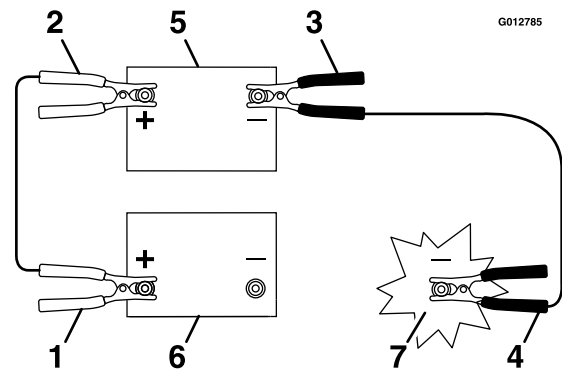

Figure 61
3. Connectez le câble positif (+) à la borne positive (+) de la batterie à plat qui est reliée au démarreur ou au solénoïde, comme montré à la Figure 61.